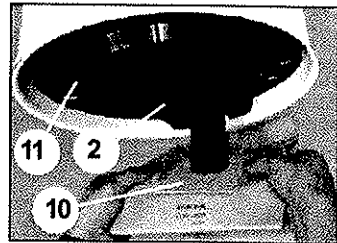

Fig 3
- Ta ut nätsladden (9) ur vägguttaget.
- Ta försiktigt bort filterskyddet (om ett sådant används; fig. 3). Öppna fästmuttern (2) under filtret och ta bort filtret (3).
DV 30 centralenheten är försedd med möjligheten att använda dammpåse. Monteringssatsen för dammpåse, artikelnr 81031, kan köpas hos välsorterade återförsäljare. 81031. [Fig. 3; Ta loss dammpåsen (10), öppna fästmuttern (2) under filtret, ta bort stödet för dammpåsen [hålskivan] (11) och lösgör filtret. Detaljerade monteringsanvisningar finns i paketet med monteringsatsen.]